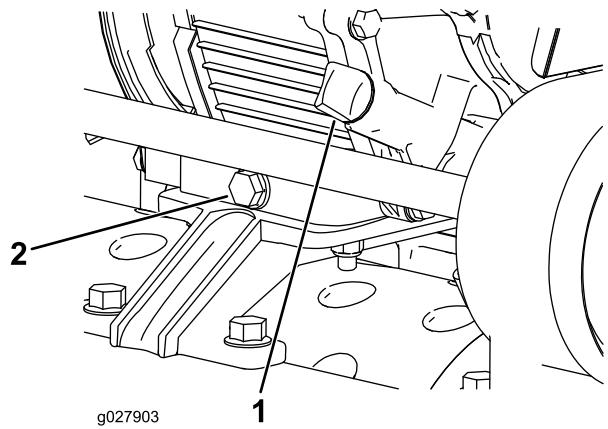

Рисунок 29
1. Припаркуйте машину на ровной поверхности и очистите область вокруг масломерного щупа (Рисунок 29).
- В задней части машины подставьте сливной поддон под пробку сливного отверстия (Рисунок 29). Ослабьте затяжку пробки сливного отверстия.